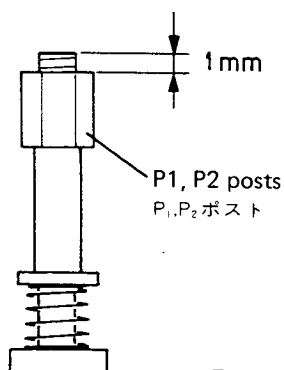

Fig. 3-3
3. Perform coarse adjustment of bottoms of the P1 and P2 posts. Here, since temporary adjustment is made, turn the top of the P1 and P2 posts using the hexagonal wrench so that the shafts of the posts protrude by about 1mm as shown in Fig. 3-3.
ここでは仮調整なので、目安として図3-3の様にP1 ポスト、P2 ポストのシャフトが上に1mm ぐらい出る様にP1、P2 ポストの頭を六角レンチにより調整する。